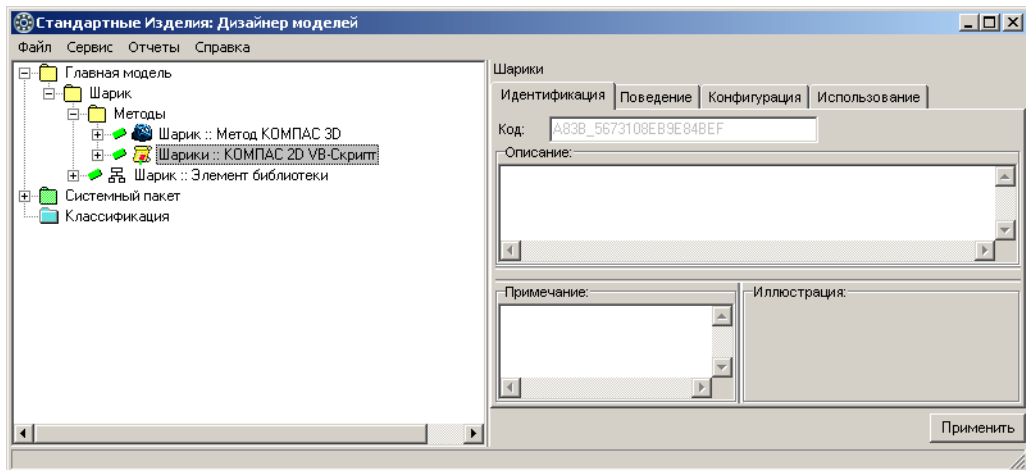

Рис. 3.29.
2. Введите название метода – *Шарики*, затем нажмите клавишу `<Enter>`. Метод *Шарики :: КОМПАС 2D VB-Скрипт* будет добавлен в список методов (рис. 3.29).